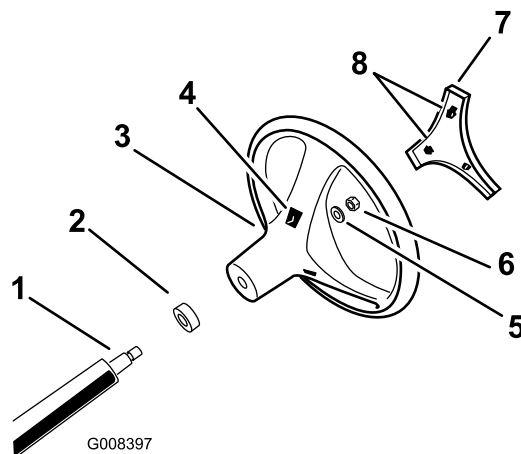

Bild 3
4. Befestigen Sie das Lenkrad mit der Sicherungsmutter an der Welle (**Bild 3**). Ziehen Sie die Sicherungsmutter bis auf 24-29 N·m an
5. Fluchten Sie die Nasen der Abdeckung mit den Schlitten im Lenkrad aus und lassen Sie die Abdeckung an der Lenkradnabe einrasten (**Bild 3**).